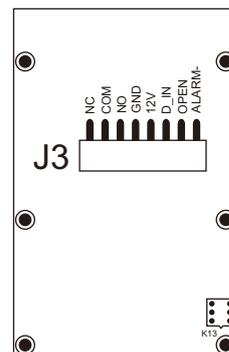

图4 电路板图
4. 将引出线插座插进前壳的PCB插座J3上（图4），注意稍微用力插紧。